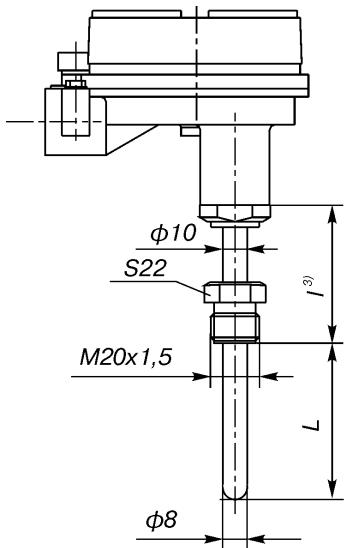

Рис.23 (ост.см.рис.4)
- 3) I = 120, 160, 200 мм (см.*) - для Метран-281-Exd по рис.23;
I = 80 мм - для Метран-286-23-Exd по рис.23.
- 23¹⁾ по рис.23